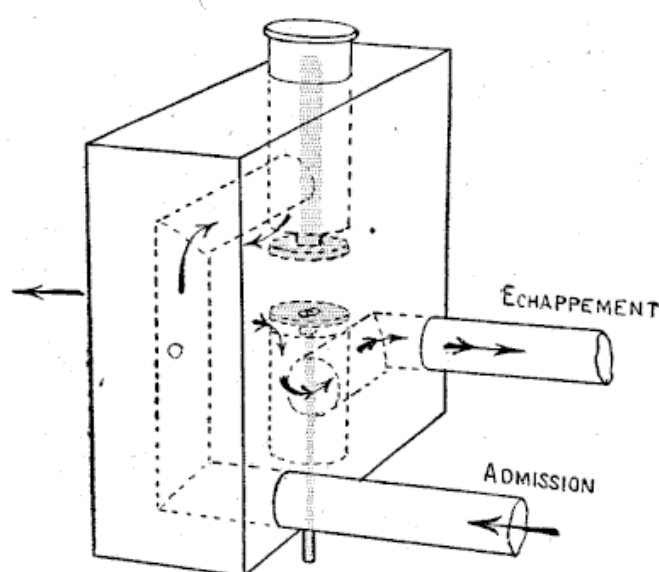

Fig. 142. — CHEMIN DES GAZ
ouverture soit en bonne place, c'est-à-dire bouche à bouche avec le tube d'arrivée. La figure 142 fera bien comprendre que, si l'on tournait l'ouverture de la pièce face à l'extérieur de la chambre des soupapes au lieu de la tourner face à l'intérieur, comme elle
La figure 142 indique schématiquement de quelle façon les soupapes s'abouchent avec les tubes d'entrée ou de sortie des gaz. On voit que, contrairement à ce qu'on pourrait en croire à première vue, la soupape d'admission n'est pas celle qui est le plus rapprochée du tube d'admission (1). Le tube qui amène le gaz explosif fait
(1) Dans les récents moteurs Bollée, la soupape d'admission remplace en bas celle d'échappement. La soupape d'échappement avec toute sa commande est reportée sur le dessus, sans autre changement. — Cette légère modification rend mieux accessibles les soupapes.